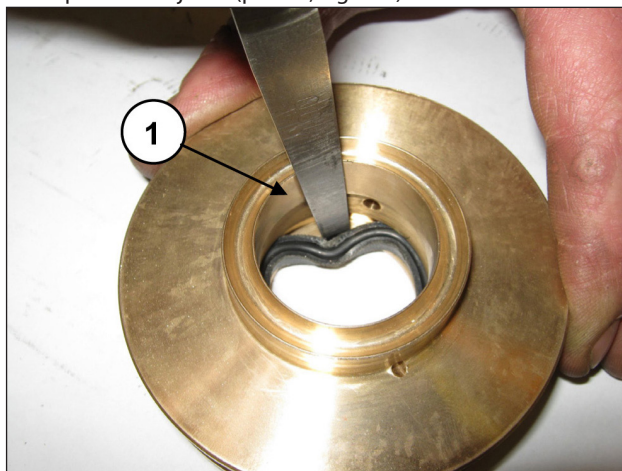

Fig. 174
Para quitar la junta de baja presión, es necesario utilizar un espesímetro o una herramienta que no dañe el alojamiento del soporte de la junta (pos. ①, Fig. 174).